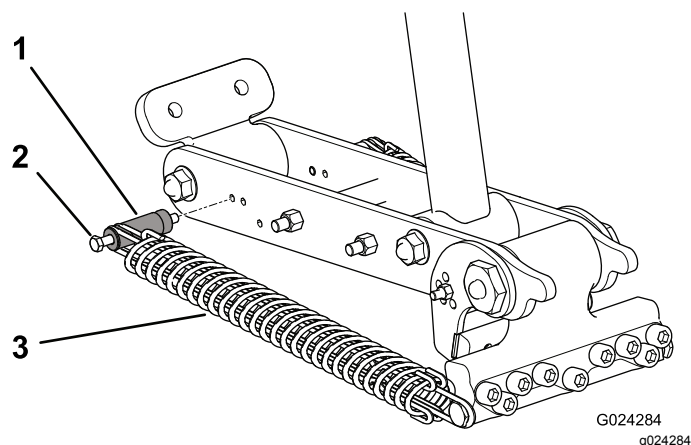
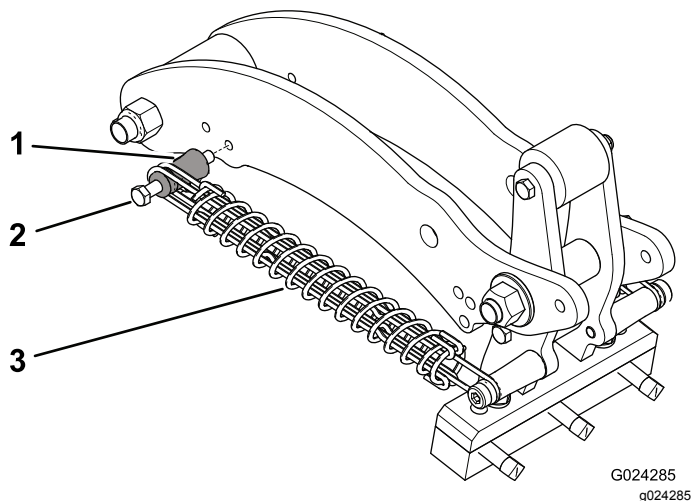

Рисунок 41
Рисунок 42
- Отверните гайку крепления болта пружинодержателя к рычагу (Рисунок 41 или Рисунок 42).
- Снимите болт пружинодержателя и пружинодержатель с рычага и переставьте их в другое регулировочное отверстие (Рисунок 41 или Рисунок 42).